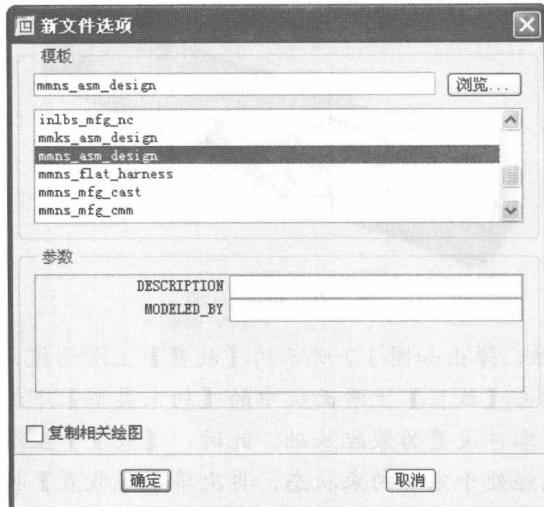

图 1.4 【新文件选项】对话框
**STEP 02** 单击【新建】对话框中的【零件】复选框，保持【实体】子类型单选按钮的默认选中状态，在【名称】文本框中输入本实例的名称“zhouxi”，取消【使用缺省模板】复选框的默认选中状态，单击【确定】按钮，打开图 1.4 所示的【新文件选项】对话框。